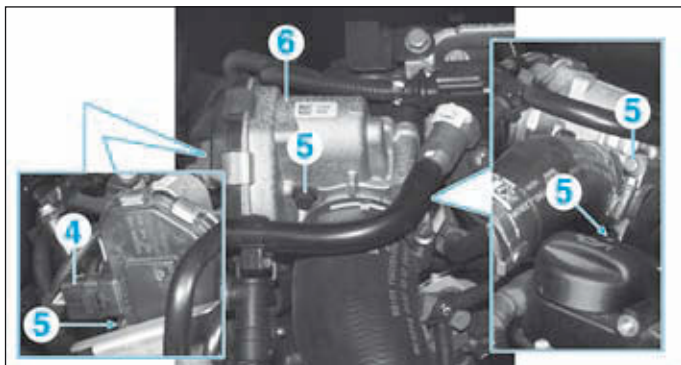

FIG.73
- Débrancher le connecteur (4) (Fig.73).
- Déposer les vis (5).
- Déposer le boîtier doseur d'admission d'air (6).